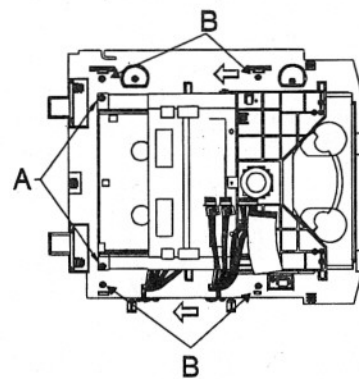

Fig. 15
- Retire os parafusos A (fig. 15).
- Desloque o mecanismo na direção indicada pelas setas (fig. 15).
- Retire os parafusos **B** (fig. 15)